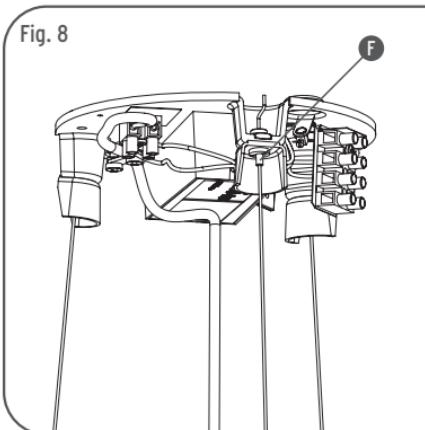

Fig. 8
<IT> Fig.8 Far passare i tre cavi d'acciaio attraverso gli appositi passacavi (F) fino al raggiungimento della lunghezza desiderata. <GB> Fig.8 Pass the three steel cables through the cable passages (F) until the desired length has been reached. <DE> Abb.8 Die drei Stahlseile bis zur Erreichung der gewünschten Länge durch die vorgesehenen Kabeldurchgänge (F) führen. <FR> Fig.8 Passer les trois petits câbles à travers les chaumards (F) prévus à cet effet jusqu'à l'atteinte de la longueur désirée. <ES> Fig.8 Hacer pasar los tres cables de acero por los correspondientes pasahilos (F) hasta alcanzar la longitud deseada. <PT> Fig.8 Passar os três cabos de aço através dos apropriados passa-fios (F) até alcançar o comprimento desejado. <RUS> Рис.8 пропустить три стальных кабеля через специальные уплотнители проводов (F) до достижения желаемой длины.
Fig.8 Faire passer les trois petits câbles à travers les chaumards (F) prévus à cet effet jusqu'à l'atteinte de la longueur désirée. Si le glissement des câbles est nécessaire vers le bas, il s'obtient en poussant les chaumards (F) vers le haut; couper l'excédent éventuel des câbles.
Fig.8 Hacer pasar los tres cables de acero por los correspondientes pasahilos (F) hasta alcanzar la longitud deseada. Si fuera necesario, puede hacer deslizar los cables hacia abajo empujando el pasahilos (F) hacia arriba; cortar la parte de los cables que eventualmente sobre.
Fig.8 Passar os três cabos de aço através dos apropriados passa-fios (F) até alcançar o comprimento desejado. Se necessário, a movimentação dos cabos para baixo se obtém apertando os passa-fios (F) para o alto; cortar uma eventual excedência dos cabos.
Рис.8 пропустить три стальных кабеля через специальные уплотнители проводов (F) до достижения желаемой длины. При необходимости, скольжение кабелей вниз достигается путём нажатия уплотнителей проводов (F) вверх; отрезать возможную излишнюю часть кабелей.